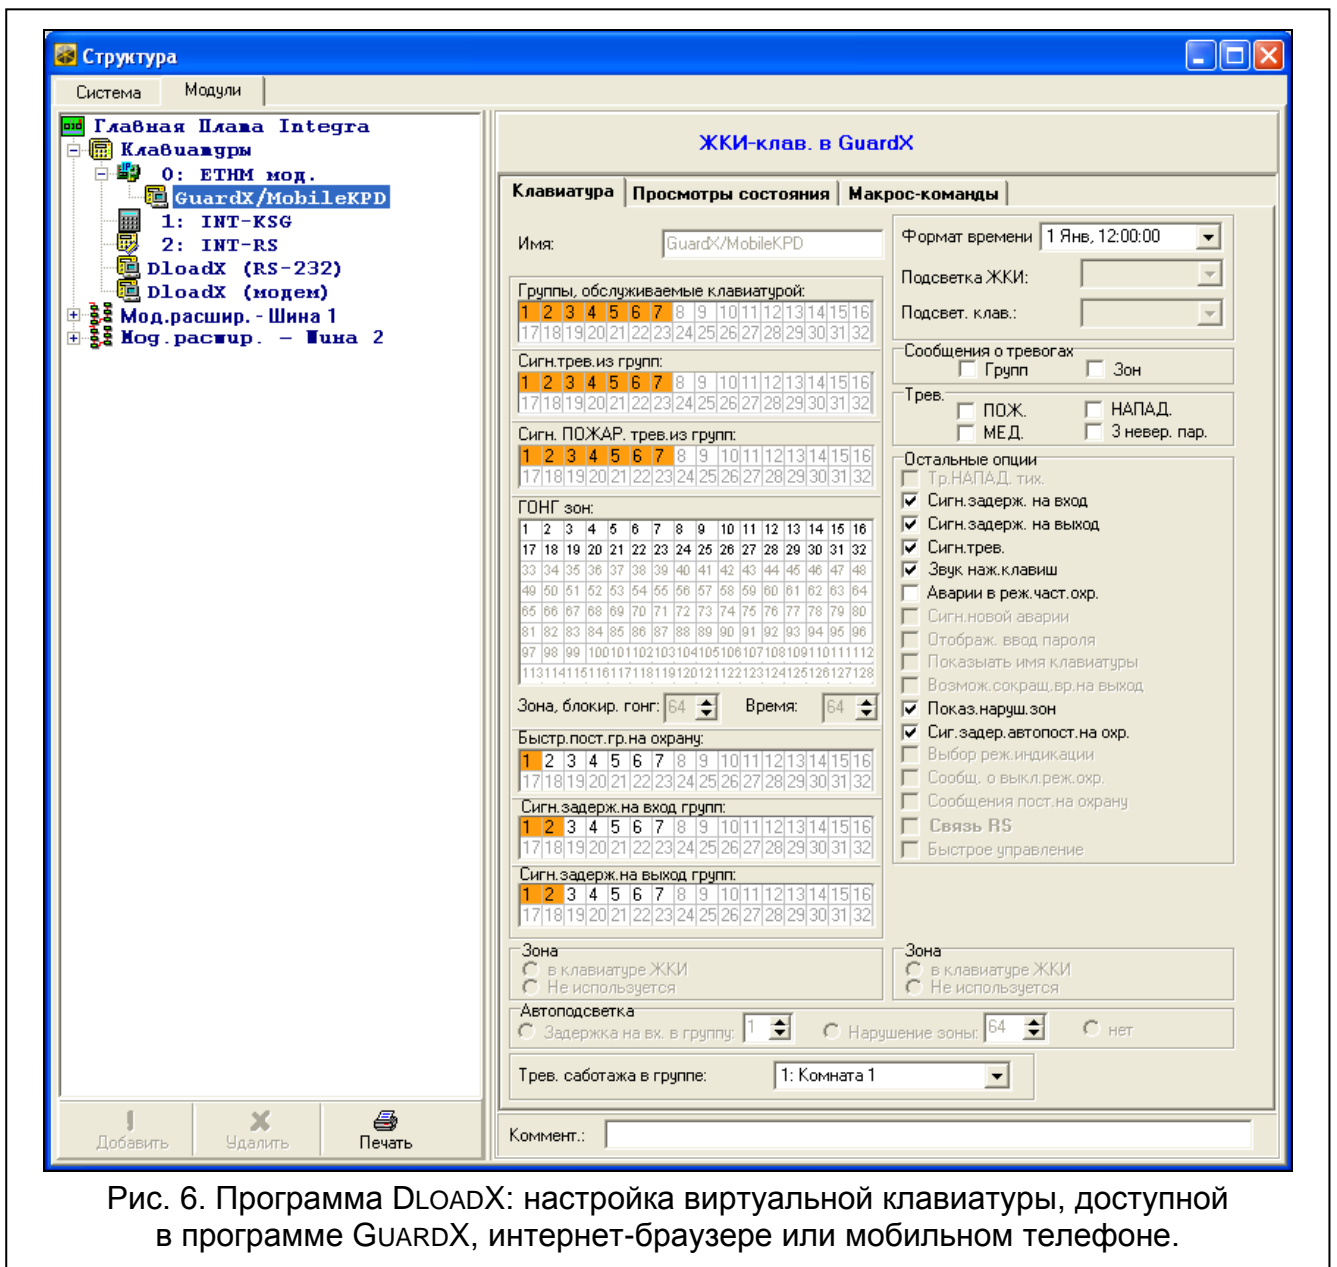

Рис. 6. Программа DLOADX: настройка виртуальной клавиатуры, доступной в программе GUARDX, интернет-браузере или мобильном телефоне.
- программы DLOADX: после щелчка по ветке "GuardX/MobileKPD" (→окно "Структура", →закладка "Модули" →ветка "Клавиатуры" →ветка "GuardX/MobileKPD" – см.: рис. 6).